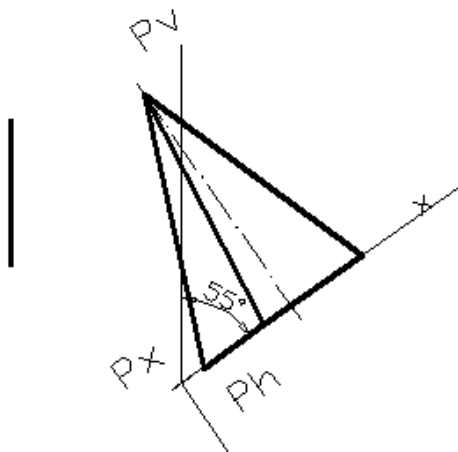

Рис.24
**Перемещаем сечение параллельно плоскости «Р» на достаточное для выполнения последующего поворота расстояние (рис.24).**